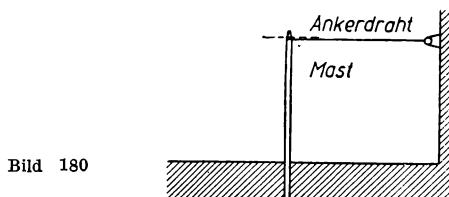

Bild 180
- 313.** An einem Telegrafenmast werden nach Bild 180 von acht Leitungsdrähten drei um 60° und nach der anderen Seite fünf um 50° abgelenkt. Jeder Draht ist so gespannt, daß er eine waagerechte Zugkraft 40 kg ausübt.